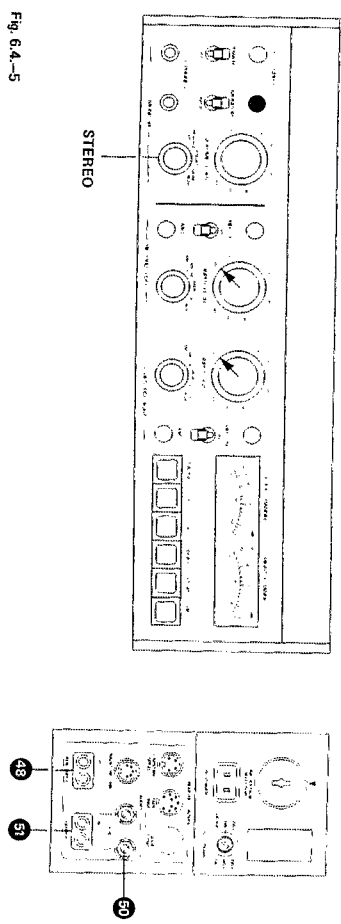

Fig. 6.4-5
- Set operating controls as per fig. 6.4-5.
- Connect audio millivoltmeter to **OUTPUT L (51)**.
- Rotate screw (P) to obtain maximum output voltage.
- Effectuez les commutations selon la fig. 6.4-5.
- Raccordez un voltmètre BF à la sortie **OUTPUT L (51)**.
- Appuyez sur la touche **PLAY** et ajustez le niveau de sortie maximum à l'aide de la vis (réglage (P)).